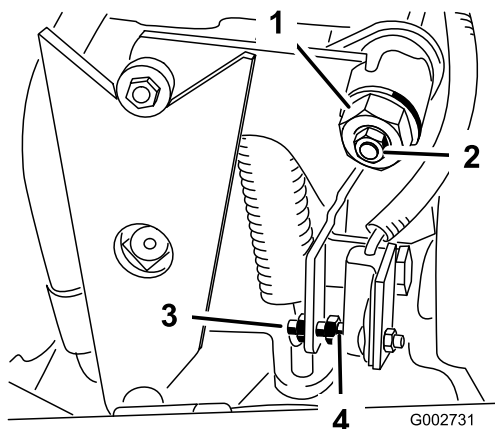

Figura 33
4. Allentate il dado di bloccaggio sulla camma di regolazione della trazione (Figura 33).
- Avviate il motore e girate in entrambe le direzioni l'esagono della camma (Figura 33) per stabilire la posizione centrale del range di folle.
- Regolate la vite fino ad ottenere un traferro di 1,5 mm $\pm$ 0,8 mm (Figura 33).